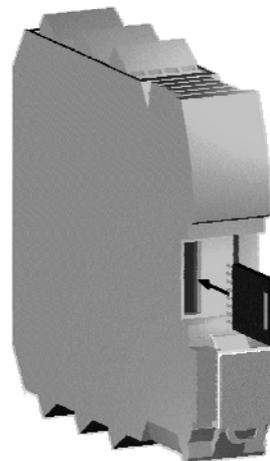
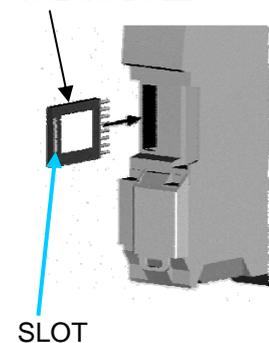

Figure 2
Figure 3
- Die Unterbringung des Speichersticks im Inneren des Basismoduls 485EPB muss wie in Abbildung 2 und Abbildung 3 erfolgen. Sollte dies nicht der Fall sein, wird der Speicherstick zwar nicht beschädigt, aber vom System nicht erfasst. Siehe hierzu Absatz "SIGNALISIERUNGEN" der Bedienungsanleitung von eloProg, um festzustellen, welche LED's während des Lesens des Speichersticks aufleuchten.
- Insertion of the 350EPS inside the 485EPB module must be performed as Figure 2 and Figure 3 show. If insertion is not correct the memory stick will not be damaged and not detected by the system; refer to the eloProg technical manual "SIGNALS" paragraph to check the LED's that light on when 350EPS is read.